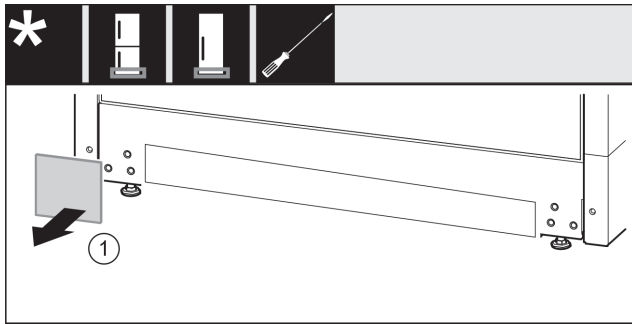

Fig. 17
- Hiqni kapakun mbulues Fig. 17 (1).